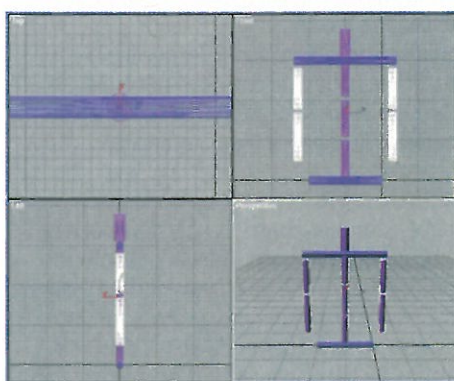

IMAGEN 8. BRAZOS Y HOMBROS YA INTRODUCIDOS.
- Una vez que ya tenemos los hombros, vamos a crear con más cilindros los brazos. Un cilindro para el bíceps y otro para el antebrazo serán suficientes. La imagen 8 puede ayudar a colocar todos los cilindros.